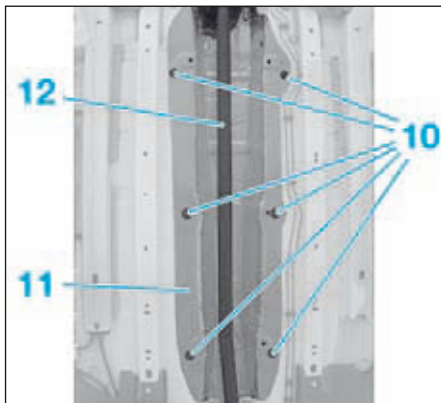

FIG.12
- les écrous (10) de l'écran thermique (11) (Fig.12).